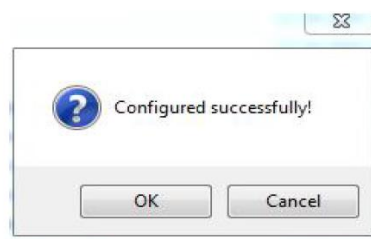

Figura 3-38 Configurado com sucesso
- Clique duas vezes no ícone . Ao executar o software pela primeira vez, ele vai mostrar configuração on-line, como mostrado na figura 3-37. Clique em [OK], a caixa de diálogo na figura 3-38 vai aparecer, depois clique na configuração de software. Na figura 3-39 a seguir, a caixa de diálogo aparece, a configuração de software é bem-sucedida.